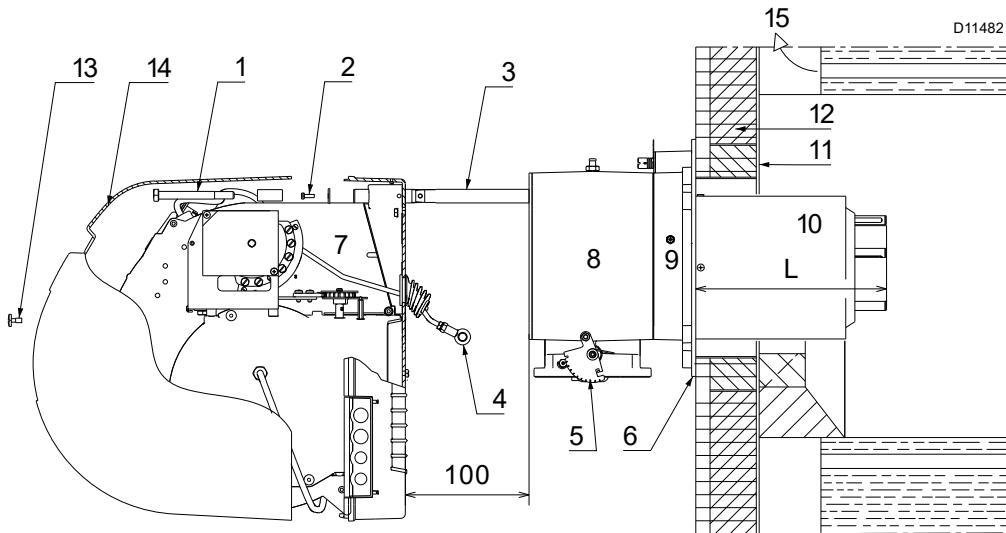
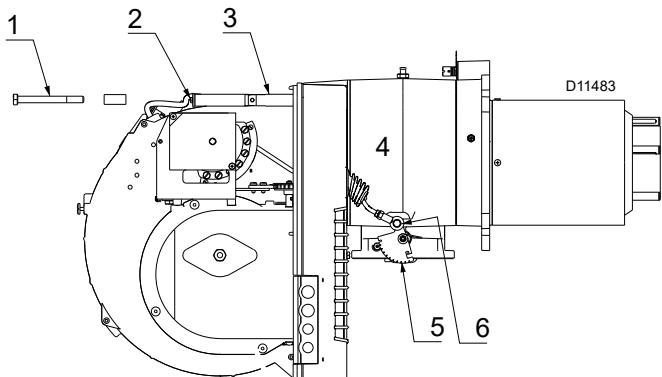

Fig. 10
Fig. 15
Separare quindi la testa di combustione dal resto del bruciatore, (Fig. 10).
Per le caldaie con giro dei fumi anteriore 1)(Fig. 10), o con camera ad inversione di fiamma, eseguire una protezione in materiale refrattario 5), tra refrattario caldaia 2) e boccaglio 4).
Per le caldaie con il frontale raffreddato ad acqua non è necessario il rivestimento refrattario 2)-5)(Fig. 10), se non vi è espressa richiesta del costruttore della caldaia.
- Fissare la flangia 9) (Fig. 10) alla piastra della caldaia interponendo lo schermo isolante 6) (Fig. 10) dato a corredo.
Terminata la regolazione della testa, rimontare il bruciatore sulle guide 3)(Fig. 15) a circa 100 mm dal manico 4) - bruciatore nella posizione illustrata dalla Fig. 10 a pag. 14.
- Inserire il cavo della sonda ed il cavo dell'elettrodo e quindi far scorrere il bruciatore fino al manico, bruciatore nella posizione illustrata dalla (Fig. 15).